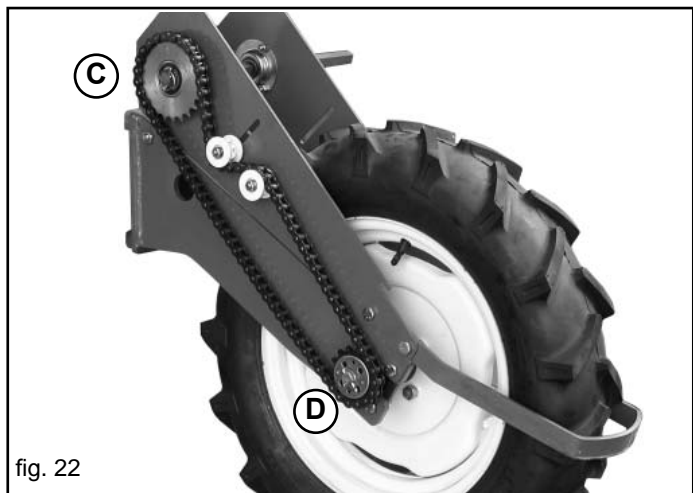

fig. 22
Verificare sulla seminatrice quale coppia di pignoni (Ruota) è presente (C-D, Fig 22);
- Se con i pignoni (ruota C-D) montati sulla seminatrice (Fig. 22) non si ottiene la distanza di semina desiderata, utilizzare l'altra tabella facendo attenzione ad impostare i relativi pignoni ruota (C-D).